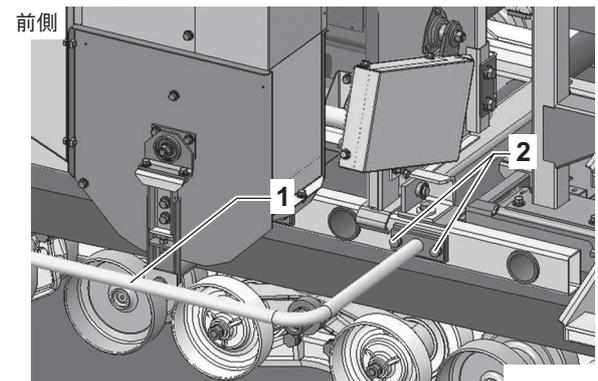
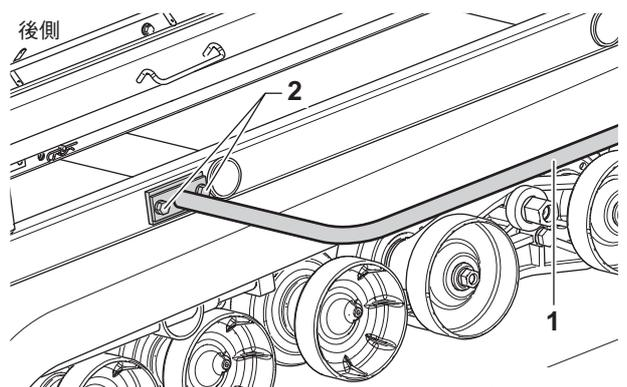

図 2-23
図 2-24
16. ガードパイプ (1) をボルト M12×30 (2) (4本) でシャーシフレームに組み付けます。(図 2-23, 図 2-24)